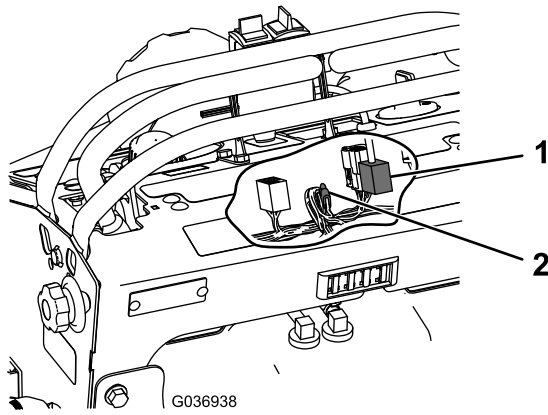

Figura 7
4. Enrute el arnés de cables del distribuidor hidráulico BOSS por encima del depósito de combustible, y conéctelo al conector de potencia auxiliar del arnés de cables de la máquina (Figura 7).
5. Conecte el arnés de cables del distribuidor hidráulico BOSS al conector del controlador (Figura 7).